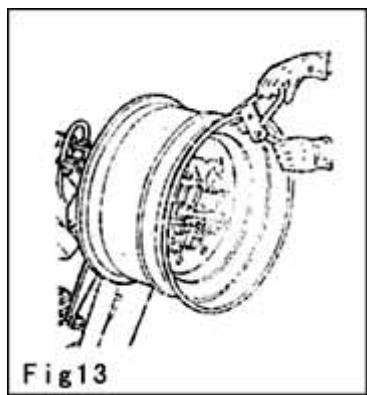

Fig 13
- (1) Зафиксируйте обод с помощью гидравлического зажимного устройства.
- (2) Смажьте оба борта шины и края шины специальным смазочным материалом.
- (3) Установите тиски самой верхней точке на внешнем крае обода (рис. 13).
- (4) Установите шину на платформу и опустите консоль. Отрегулируйте взаимное положение зажимного устройства и инструментальной консоли, установите внутренний борт шины на обод (удерживайте зажим в верхней точке).